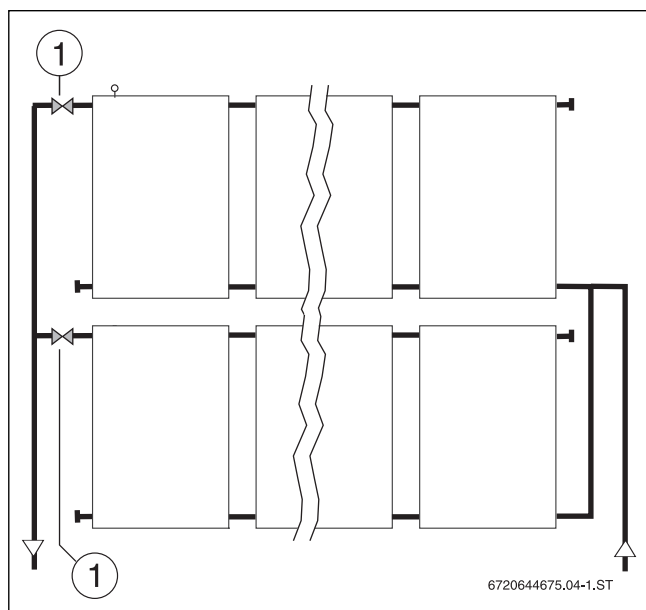

Fig. 67 Rinçage de champs de capteurs parallèles
- Monter sur le départ des robinetteries d'arrêt résistantes au glycol et aux températures élevées (→ fig. 67, [1]).